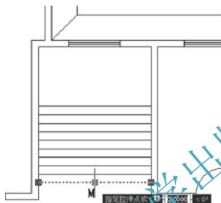
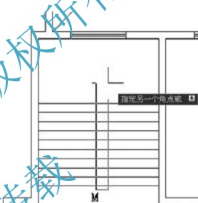

图 2.115 定义相对坐标基点
图 2.116 绘制矩形的左下角点
(1) 在命令行无命令的状态下单击图 2.115 中的 M 线，然后将中间的蓝色夹点单击成红色，按 Esc 键两次取消夹点。注意，此步骤的操作非常重要，这里通过此步操作定义了下一步操作的相对坐标基本点。
(2) 单击【绘图】工具栏上的【矩形】图标  (快捷键 REC)，启动【矩形】命令。
① 在指定第一个角点或 [倒角(C)/标高(E)/圆角(F)/厚度(T)/宽度(W)]: 提示下，输入 “@-80, -110” 后按 Enter 键，把矩形的左下角点绘制在刚才定义的相对坐标基本点偏左 80、偏下 110 处，如图 2.116 所示。